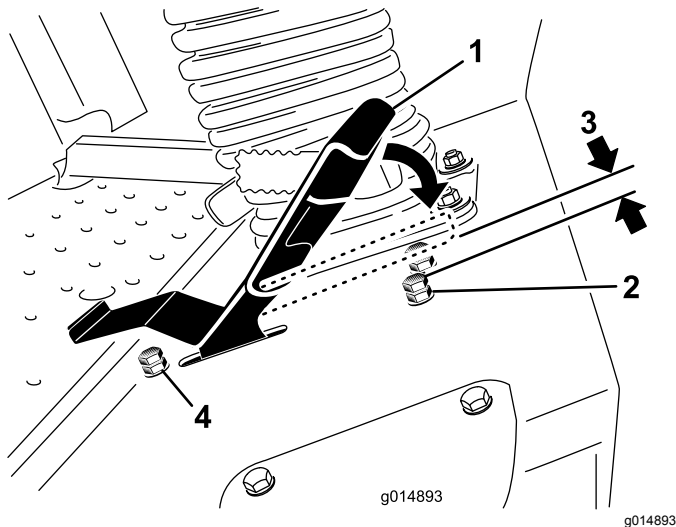

Figura 49
- Allentate il controdado sul bullone di fermo del pedale della trazione (Figura 49).